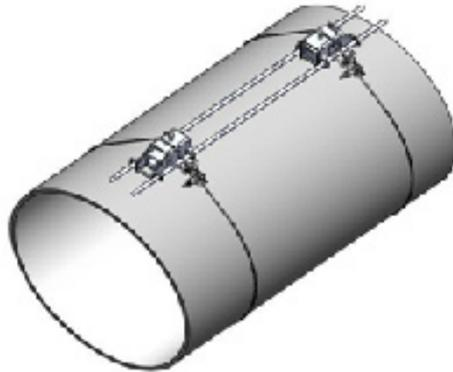

图3-13换能器安装
(8) 将耦合剂均匀地涂抹在换能器底面上，厚度为5mm以上；
- (9) 将换能器放入换能器紧固装置里；
- (10) 旋紧换能器紧固装置的顶紧螺杆，使换能器底面与管路外壁紧密贴合；
- (11) 将换能器连接到测量主机上；
- (12) 观察测量主机信号强度，通过松开连接杆锁紧螺钉，微调某一支换能器的水平或垂直位置，使换能器紧固装置顶紧螺杆的中心在安装点周围调整位置，找到信号最强的位置，旋紧锁紧螺钉；
- (13) 换能器安装完毕，如图3-13所示。